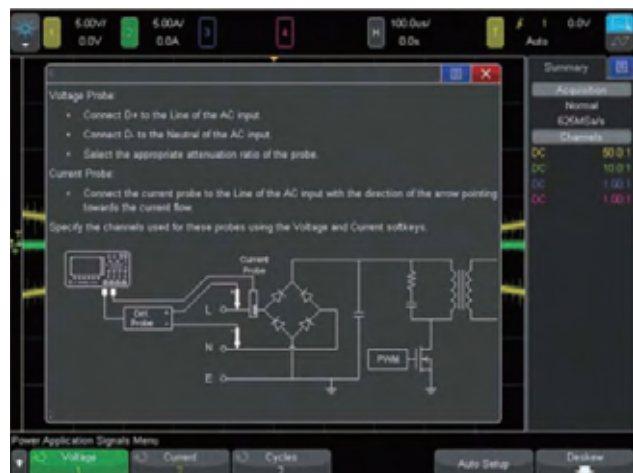

图8：功率质量测量的连接图。
7. 按照图 8 所示的连接图，使用示波器通道 1 输入端的 N2790A 高压差分有源探头连接线路 (红色引线) 与零线 (黑色引线)。如果使用 Agilent SMPS 培训套件，则将探头连接至 **TP2** (红色引线) 和 **TP1** (黑色引线)。